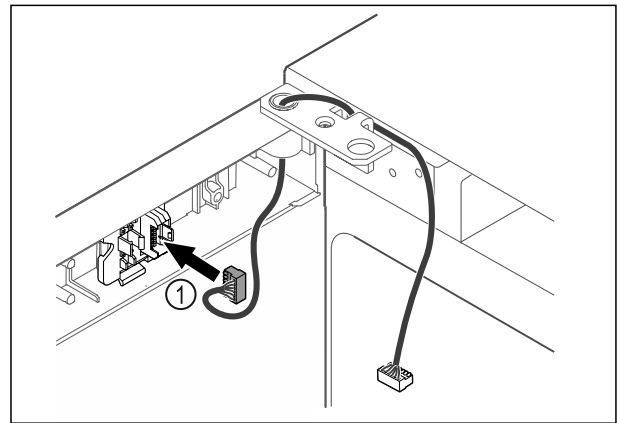

Fig. 45
- ▶ Вставьте штекер Fig. 45 (1) в держатель.